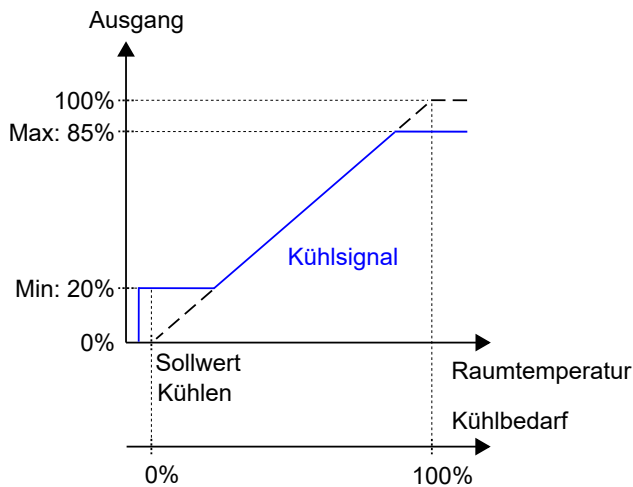

Bild 2-16 Regelverhalten bei der Einstellung von Ober- und Untergrenzen für den Ausgang Kühlen
*Bild 2-16* zeigt die Auswirkung auf das Regelverhalten bei der Einstellung von Grenzwerten für den Ausgang Kühlen. Wenn z.B. eine Obergrenze von 85% eingestellt ist, überschreitet das *Kühlsignal* nie 85% des